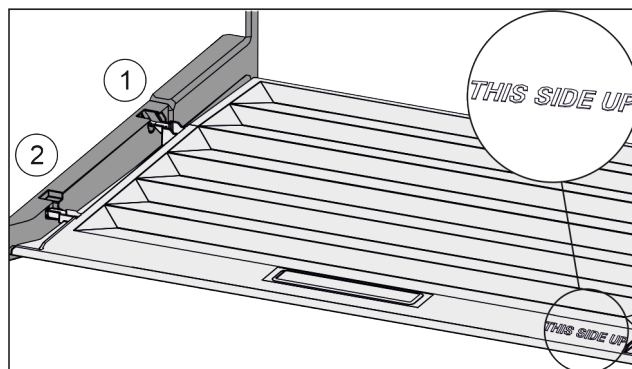

Fig. 35
- ▶ Ramiona pokrywy wprowadzić ponad otworem tylnego uchwyty Fig. 35 (1) i zazębić z przodu w uchwycie Fig. 35 (2).